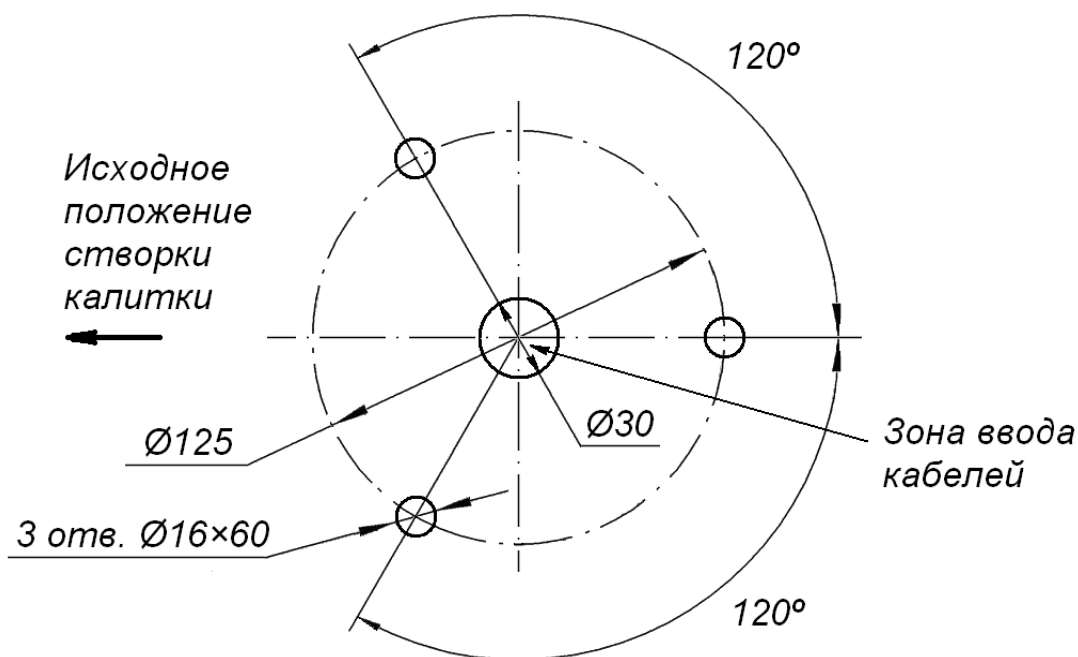

Рисунок 8. Схема разметки для монтажа калитки
- Разметку установочных отверстий следует производить строго по прилагаемой схеме (см. рис. 8), рекомендации даны с учетом комплектации калитки анкерами фирмы «SORMAT» для прочных бетонных полов.
2. Выполните на полу разметку для монтажа калитки в соответствии с рис. 8 и разметку кабельных каналов для прокладки кабеля управления (10), кабеля питания (11). Подготовьте в полу кабельный канал и отверстия для анкеров для крепления стойки калитки. Вставьте гильзы анкеров на всю глубину подготовленных отверстий. К стойке калитки от блока управления подведите по кабельному каналу кабель управления (10) и кабель питания (11).